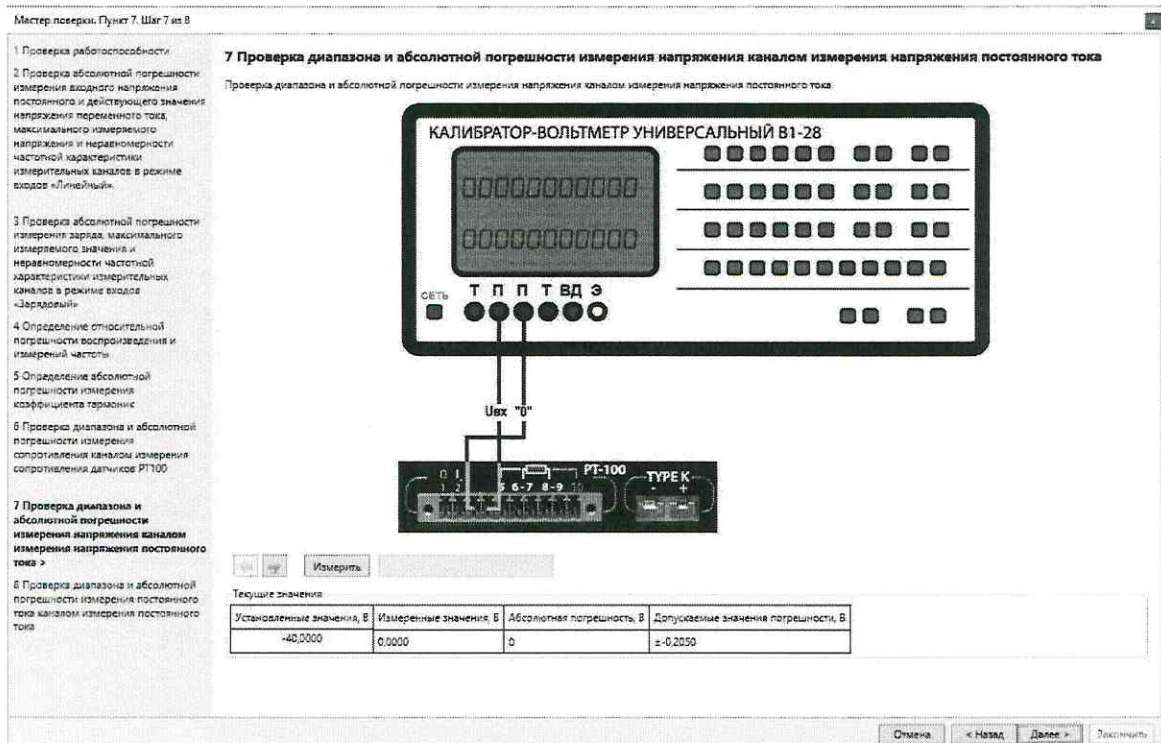

Рисунок 18 – Схема проверки диапазона и абсолютной погрешности измерений напряжения постоянного тока
10.6.1 В соответствии с рекомендациями «Мастера поверки» собрать схему, изображенную в окне программы (Рисунок 18). В качестве источника сигнала использовать калибратор В1-28.